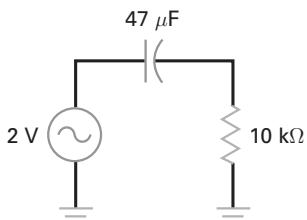

Figura 8-31
- 8-1** **III Multisim** Na Figura 8-31, Qual é o menor valor da frequência para que o capacitor de acoplamento funcione adequadamente?
- 8-2** **III Multisim** Se a resistência da carga mudar para $1\text{ k}\Omega$ na Figura 8-31, qual é o valor da menor frequência para que haja um bom acoplamento?
- 8-3** **III Multisim** Se o capacitor mudar para $100\text{ }\mu\text{F}$ na Figura 8-31, qual é o valor da menor frequência para que haja um bom acoplamento?
- 8-4** Se a menor frequência de entrada na Figura 8-31 for de 100 Hz , qual é o valor necessário de C para que exista um bom acoplamento?
- 8-35** Suponha que alguém montou o circuito da Figura 8-31. Essa pessoa não pode entender por que uma tensão CC muito pequena está sendo medida no resistor de 10 $k\Omega$ quando a tensão da fonte é de 2 V com a frequência igual a zero. Você pode explicar o que está acontecendo?